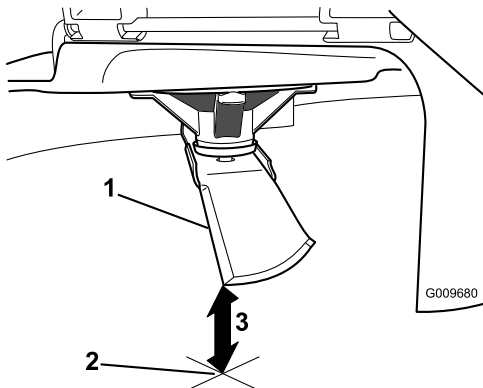

Figura 46
3. Mida desde la punta de la cuchilla hasta la superficie plana (Figura 46).